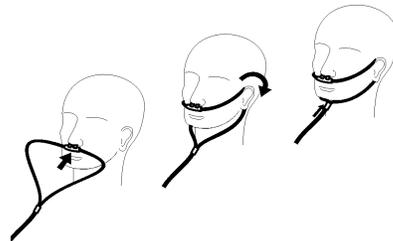

Figura 7
4. Coloque la cánula nasal en el paciente de la manera mostrada en la figura 7.